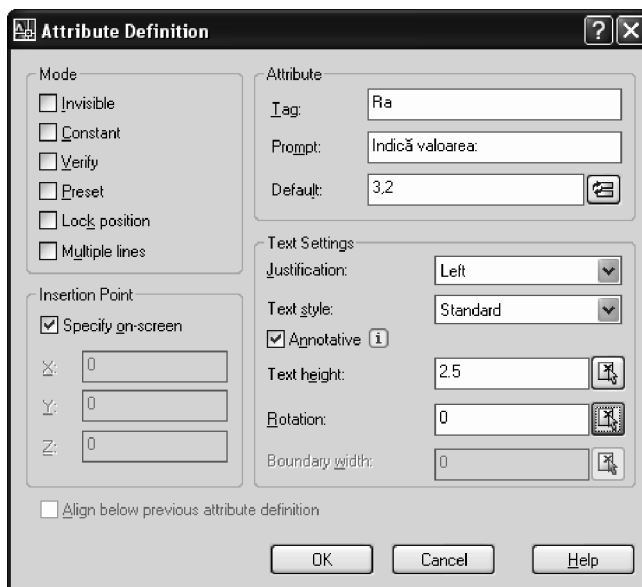

Fig. 6.90 Definirea atributului blocului **Rugozitate**
Comanda **Attdef** creează attribute ale unui bloc, prin intermediul ferestrei de dialog **Attribute Definition** – vezi Fig. 6.90. Fereastra are următoarele secțiuni:
2. În fereastra **Attribute Definition** se stabilesc caracteristicile atributului – vezi Fig. 6.90.